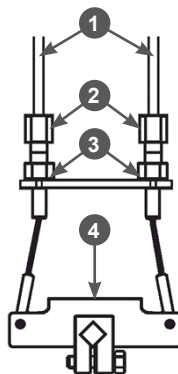

Рис. 25 Тросы механизма переключения передач
1. Ослабьте затяжку контргайки 3 регулировочных винтов тросов 2 (Рис. 25).